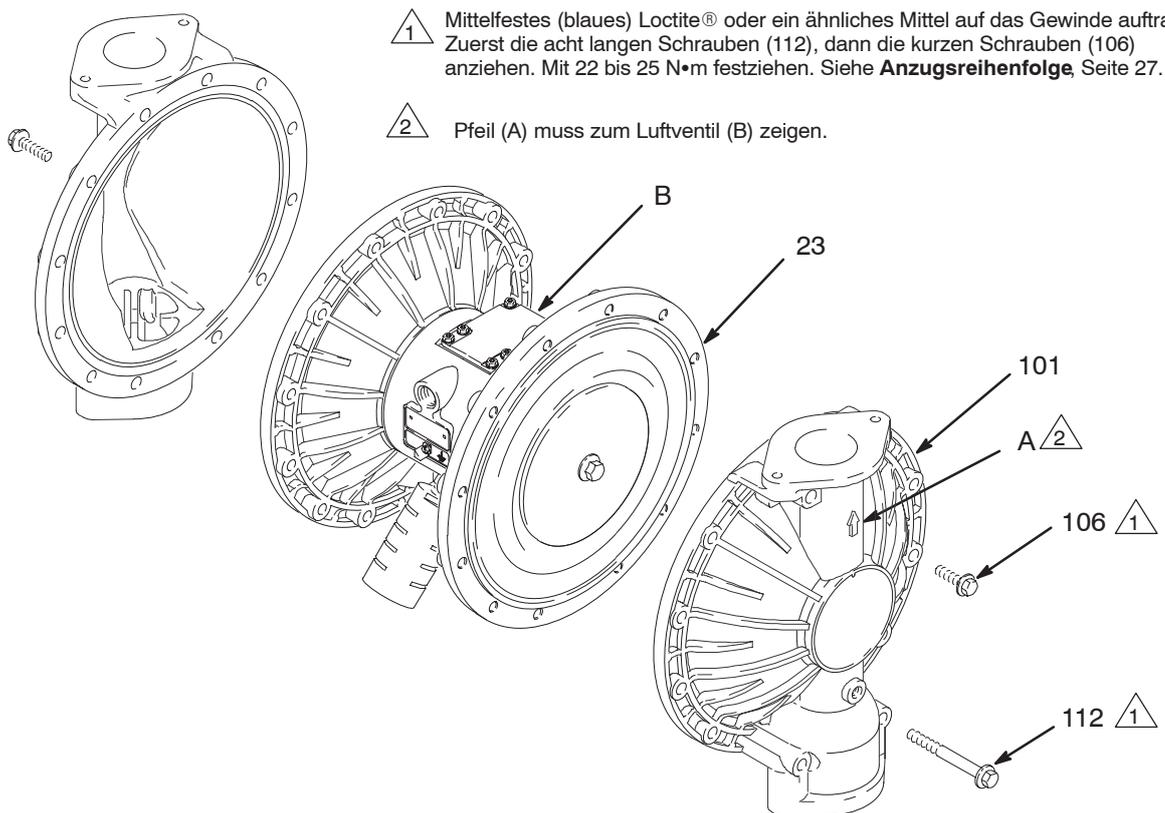

Abb. 11
3. Mit einem 10-mm- und einem 13-mm-Steckschlüssel die Schrauben (106 und 112) lösen, mit denen die Flüssigkeitsabdeckungen (101) an den Luftabdeckungen (23) befestigt sind. Die Flüssigkeitsabdeckungen (101) von der Pumpe abnehmen. Siehe Abb. 11.
- f. *Nur bei PTFE-Modellen:* Die PTFE-Membrane einbauen (403*). Stellen Sie sicher, dass die mit AIR SIDE gekennzeichnete Seite zum Mittelgehäuse weist (1).
- g. Die Membrane (401*) an der Schraube anbringen. Sicherstellen, dass die mit der Aufschrift AIR SIDE gekennzeichnete Seite zum Mittelgehäuse (1) weist.
- h. Die Stauscheibe der Luftseite (104) so einbauen, dass die vertiefte Seite zur Membrane (401) weist.
- i. Mittelfestes (blaues) Loctite® oder ein ähnliches Mittel auf den Bolzen (107) auftragen. Den Bolzen handfest in die Welle (24) schrauben.
3. Die Membranenwelle (24) der Länge nach und an den Enden fetten und durch das Gehäuse (1) schieben.
5. Eine Wellenschraube (107) mit dem Schlüssel festhalten und die andere Schraube auf ein Drehmoment von 27 bis 34 N•m bei max. 100 U/Min. anziehen.
6. Die Materialdeckel (101) und das Mittelgehäuse (1) so ausrichten, dass die Pfeile (A) auf den Deckeln in die gleiche Richtung zeigen wie das Luftventil (B). Die Deckel mit den Schrauben (106 und 112) fingerfest anschrauben. Die längeren Schrauben (112) in die Öffnungen oben und unten an den Deckeln einschrauben. Siehe Abb. 11.